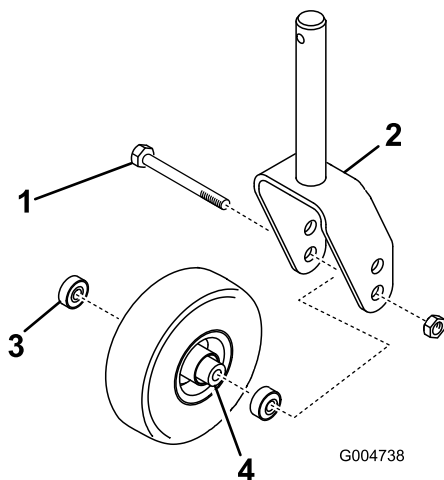

Figura 22
2. Togliete il dado di bloccaggio dal bullone che fissa la rotella orientabile alla forcella (Figura 22). Afferrate la ruota orientabile ed estraete la vite a testa cilindrica dalla forcella o dal braccio di rotazione.
3. Togliete il cuscinetto dal mozzo della ruota e lasciate cadere il distanziale del cuscinetto (Figura 22). Togliete il cuscinetto dalla parte opposta del mozzo della ruota.